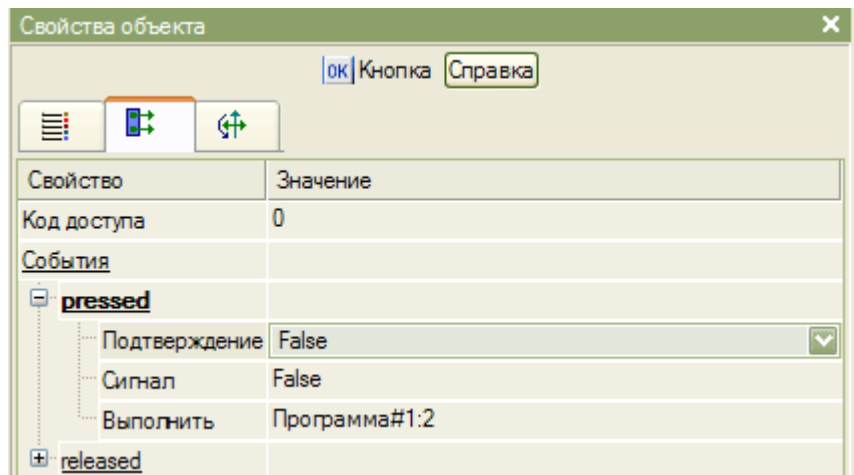

Рисунок 12 – Создание события Выполнить
12. Перейдите на экран. В свойствах кнопки установите текст как «Включить/Выключить», затем перейдите на закладку События. На нажатие кнопки добавьте событие Execute – Выполнить. В поле Выполнить укажите созданную вами программу. (см. рис. 12)